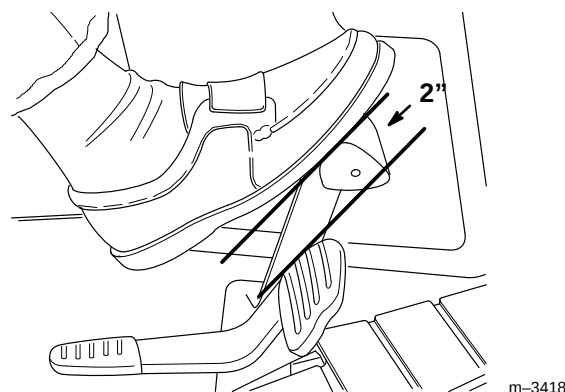

Abbildung 35
3. Das Bremspedal herunterdrücken. Es sollte ein Spiel von 2" (51 mm) vorhanden sein (Abb. 35), bevor die Bremse zu greifen beginnt.